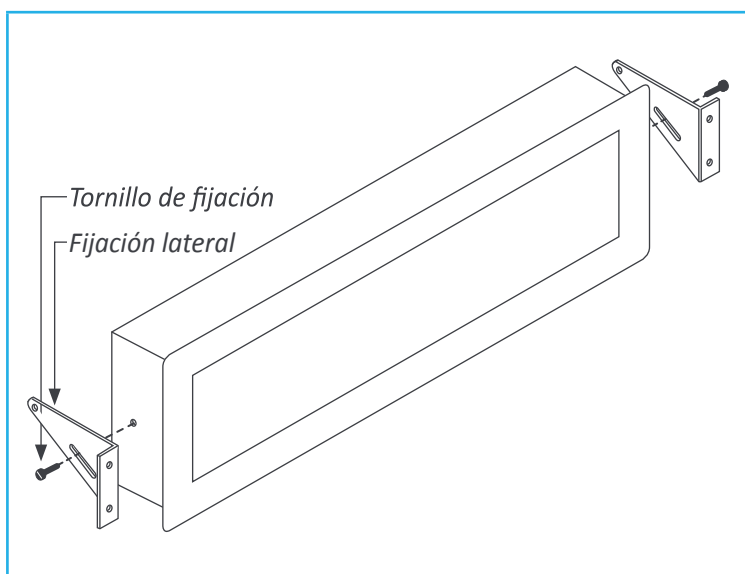

Figura 10 - Montaje en panel
- Montaje en panel. Realizar el taladro panel según las cotas que se indican en la sección 1.3. Retirar las fijaciones laterales. Introducir el instrumento en el panel. Montar las fijaciones laterales tal y como se indica en la figura (ver Figura 10). Soltar ligeramente el tornillo de fijación de uno de los lados y apretar la fijación lateral contra el panel. Apretar el tornillo para que la fijación mantenga la presión. Repetir con la fijación del lado opuesto.